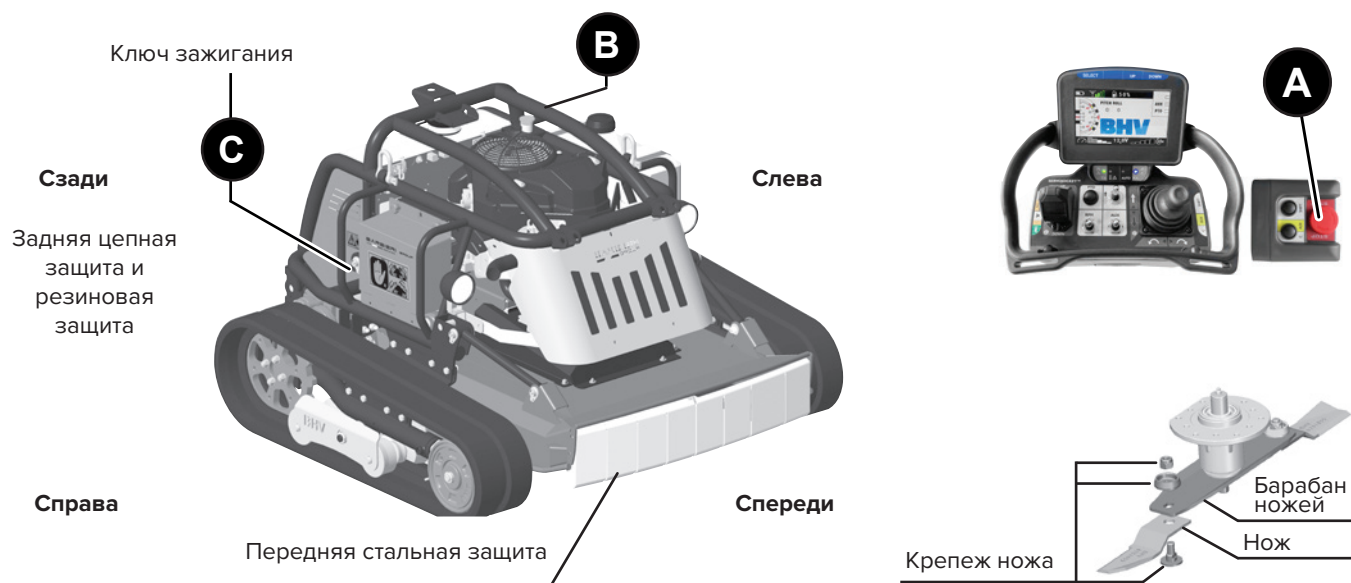

Рис. 5
Термины «ПЕРЕДНИЙ» - «ЗАДНИЙ» - «ПРАВЫЙ» - «ЛЕВЫЙ», используемые в данном руководстве и в каталоге запасных частей, относятся к машине, показанной на рис. 5.
1. Устройства остановки двигателя (А), (В) и (С) (Рис.5)
3. Передний и задний щит для предотвращения вылета твердых предметов (Рис. 5)
4. Центробежный нож (Рис. 5)